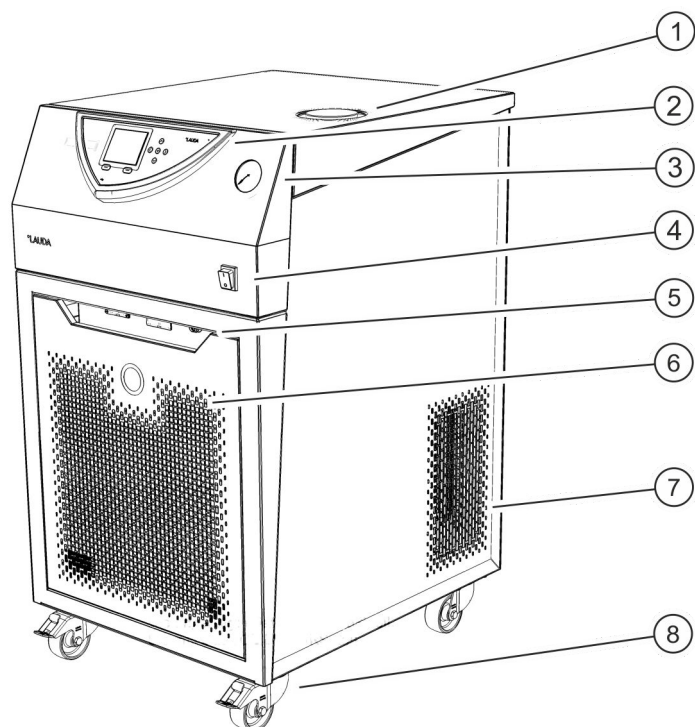

Fig. 5: Parte delantera VC 2000
7. **Imagen 5:** Incline con cuidado el equipo mínimamente hacia el lado ⑧. Retire la espuma ⑨ sobre la que se apoyaba el equipo. Proceda de la misma manera para el otro lado.
8. **Imagen 5:** La tapa de madera se convierte ahora en una rampa. El lado biselado de la rampa debe quedar alejado del equipo y estar orientado hacia el suelo. Los listones de guía deben estar visibles. Coloque la rampa ⑩ en las aberturas del palé. Abra los frenos de las ruedas del equipo.